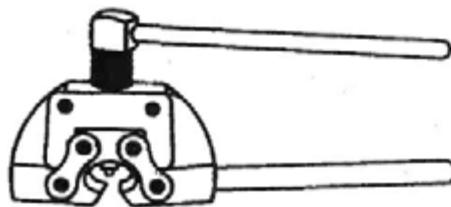

Рис. 38. Съемник для распрессовки осей звеньев цепи газораспределения
- разъедините одно звено цепи с помощью съемника (рис. 38) и проверьте длину цепи, растянутой усилием 14 кгс. Длина на участке, равном 50 звеньям, не должна превышать 480 мм.